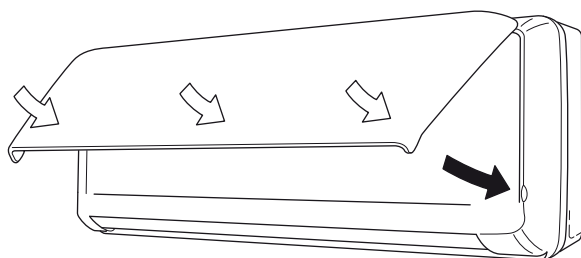

Fig. 19-2
- (6) Depois de fechar o painel, pressione firmemente as partes indicadas pelas setas para apertar firmemente o painel em posição. (Fig. 19-2)